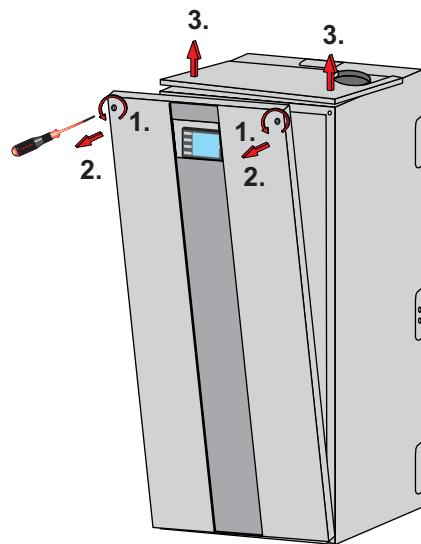

Abb. 5.2 Verkleidung demontieren
- Verkleidung demontieren (Abb. 5.2 Verkleidung demontieren).